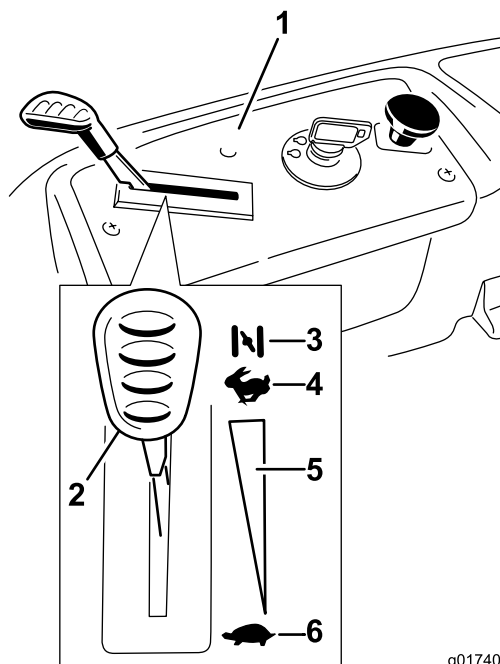

Figura 12
- Mova a alavanca do acelerador para Ar antes de ligar o motor a frio (Figura 12).
2. Desloque a alavanca do acelerador para a posição Fast (Figura 12).